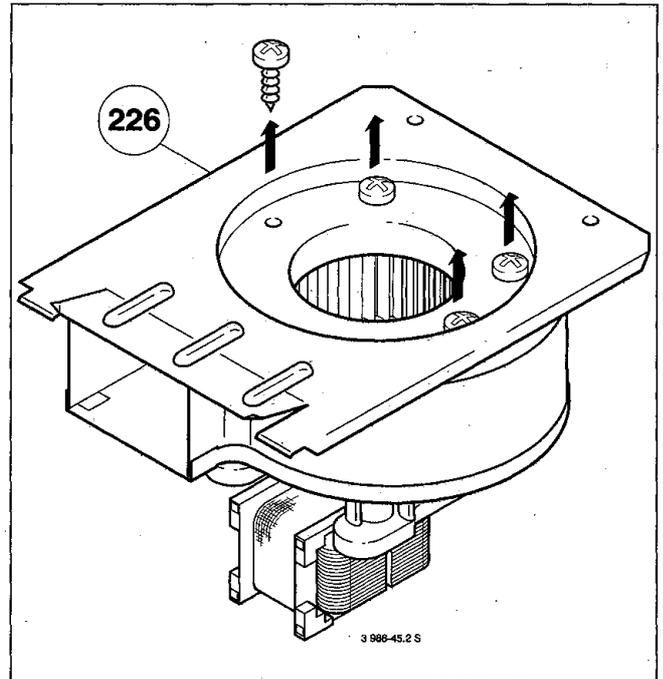

Bild 38
- 4 Schrauben an der Saugseite des Abgasventilators (226) herausdrehen (Bild 38).